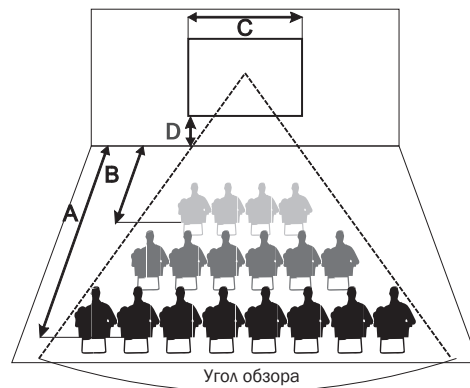

Рис. 2
- расстояние от экрана до первого ряда зрителей (В на рис. 2) должно быть не менее половины ширины экрана (С на рис. 2);
- расстояние от экрана до последнего ряда зрителей (А на рис. 2) не должно превышать шестикратную ширину экрана (С на рис. 2);